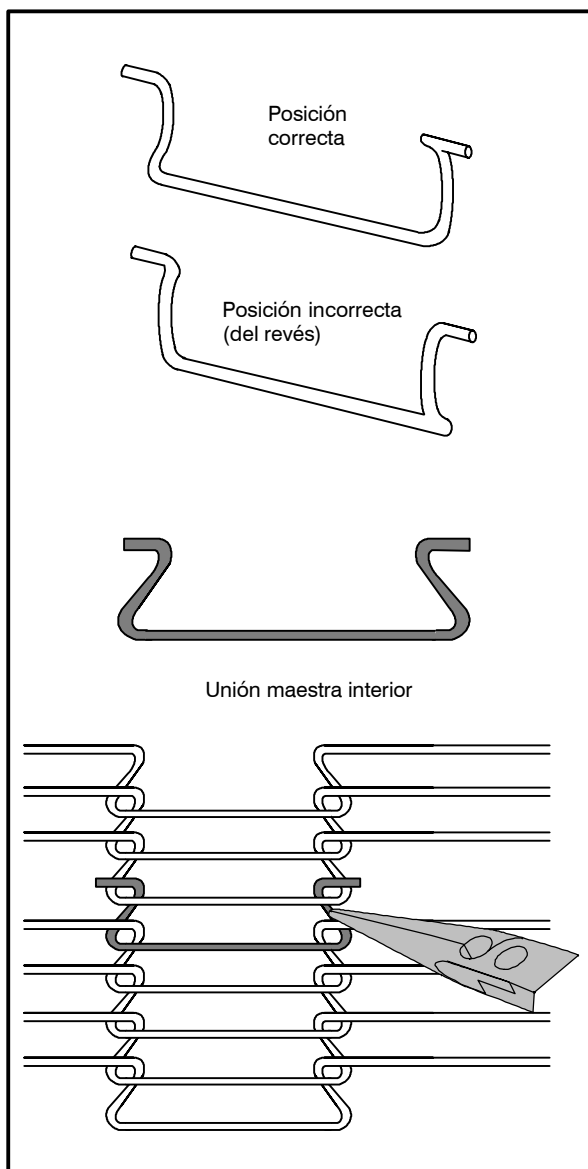

Figura 12
6. Instale las uniones maestras interiores de unión, encargadas de conectar los dos extremos de la banda. Véase la Figura 12.